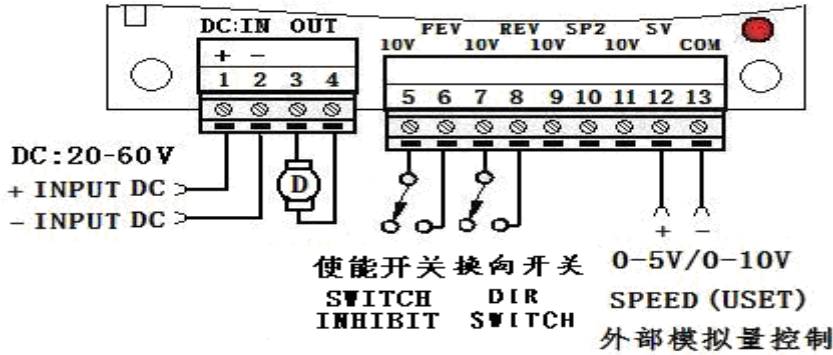

图 2
2、采用无源开关和外部模拟信号（0-5V/0-10V）控制，见图 2